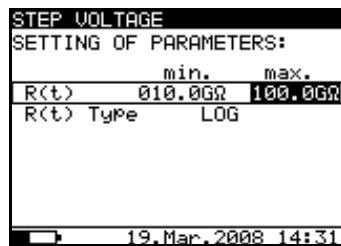

Abb. 26. Einstellmenü für das $R(t)$ -Diagramm
- Drücken Sie die Taste **SELECT**, um die Parameter für **Graph R(t)** einzustellen, siehe **Abb. 26**. Drücken Sie die Taste **ESC**, um zum Grund-Einstellmenü in der Funktion **Step Voltage** (Stufenspannung) zurückzukehren.